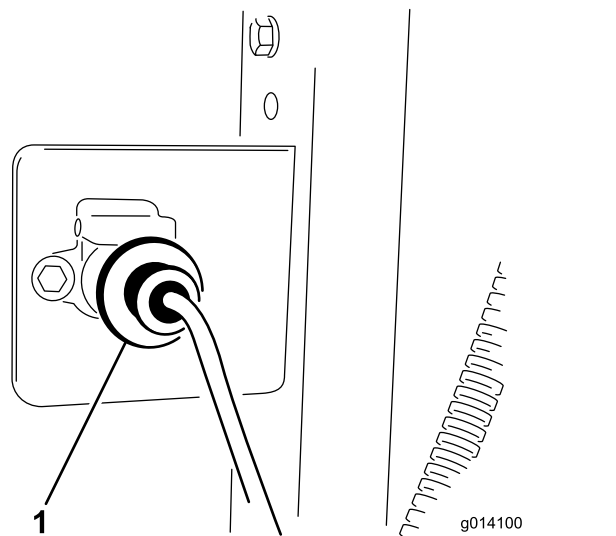

Figura 10
3. Fissate la presa di cablaggio alla staffa con 2 bulloni (1/4" x 1") e dadi (Figura 10).
5. Collegate il cablaggio preassemblato della macchina al cablaggio preassemblato del veicolo trainante (Figura 10). Il terminale è situato tra i flessibili idraulici fissati al veicolo trainante.